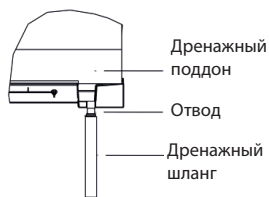

Рис. 21
2. Вставьте дренажную трубу в дренажное отверстие блока и надежно затяните хомут с помощью ленты. (Рис. 21)